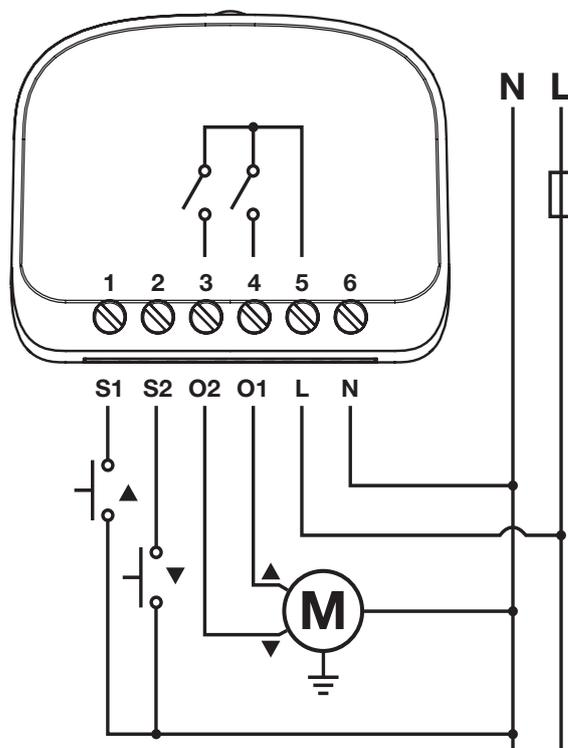

fig.1 Esquema de conexiones de BiDi-Shutter
1.	Mantenga pulsado el botón de programación (fig. 1).
2.	Suelte el pulsador de programación (fig. 1) cuando el LED se ilumine en color rojo (1ª posición).
2.	Suelte el pulsador de programación (fig. 1) cuando el LED se ilumine de color naranja (2ª posición).
1.	Mantenga presionado el pulsador de programación (fig. 1).
2.	Suelte el pulsador de programación (fig. 1) cuando el LED se ilumine en color azul (3ª posición).